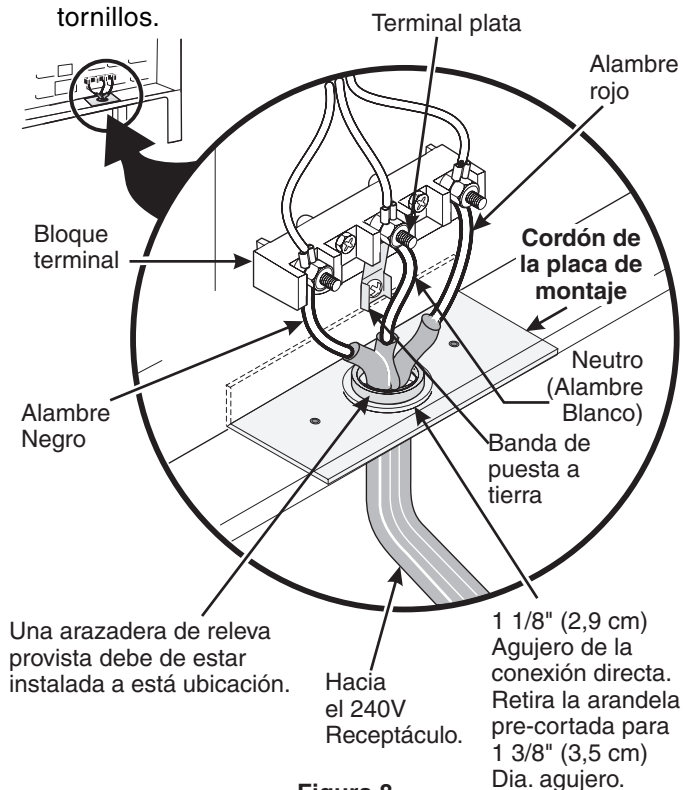

Figura 8
NOTA: La cocina eléctrica viene de fabrica con un agujero de diámetro 1 1/8" (2,9 cm) como se muestra en la figura 8. Si un agujero mas largo está necesario retire la arandela de la pre-cortada.
Si los códigos locales permiten la conexión del conductor a tierra del armazón al alambre neutral del cable de bronce del suministro eléctrico (vea figura 8).
2. Utilizar los tuercas suministraron en el paquete de la literatura para conectar la parte neutral del cable de bronce de suministro eléctrico al terminal plateado que se encuentra al centro del bloque terminal y, conectar los otros alambres a los terminales externos. Aparee los alambres y los terminales según el color (alambres rojos conectados al terminal derecho, alambres negros conectados al terminal izquierdo) (vea figura 8).